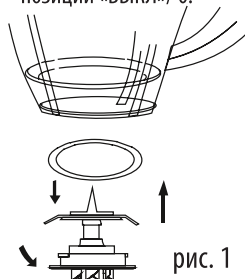

рис. 1
- пасти в сборе, как показано на рис. 1.